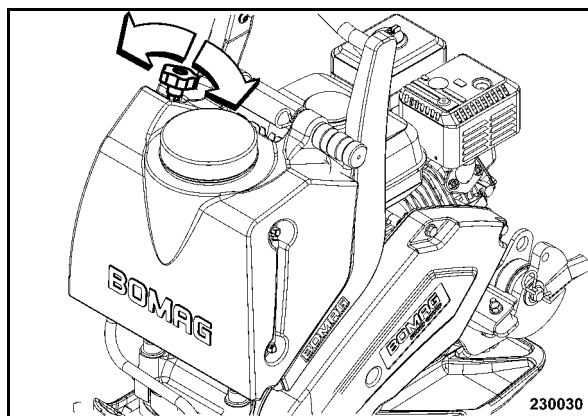

рис. 27
- При необходимости, отвернуть или завернуть вращающуюся ручку (рис. 27) (бесступенчатое регулирование).